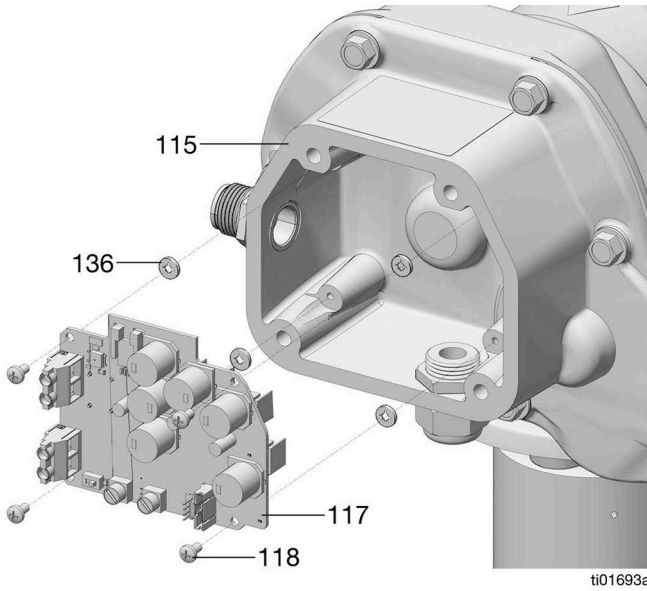

图 69
1. 使用螺丝 (118) 和垫圈 (136) 将新的电机控制板 (117) 安装到壳体 (115) 内, 垫圈应放置在控制板和壳体之间 (图 69)。用 18-22 英寸磅 (2.0-2.5 牛·米) 的扭力拧紧。